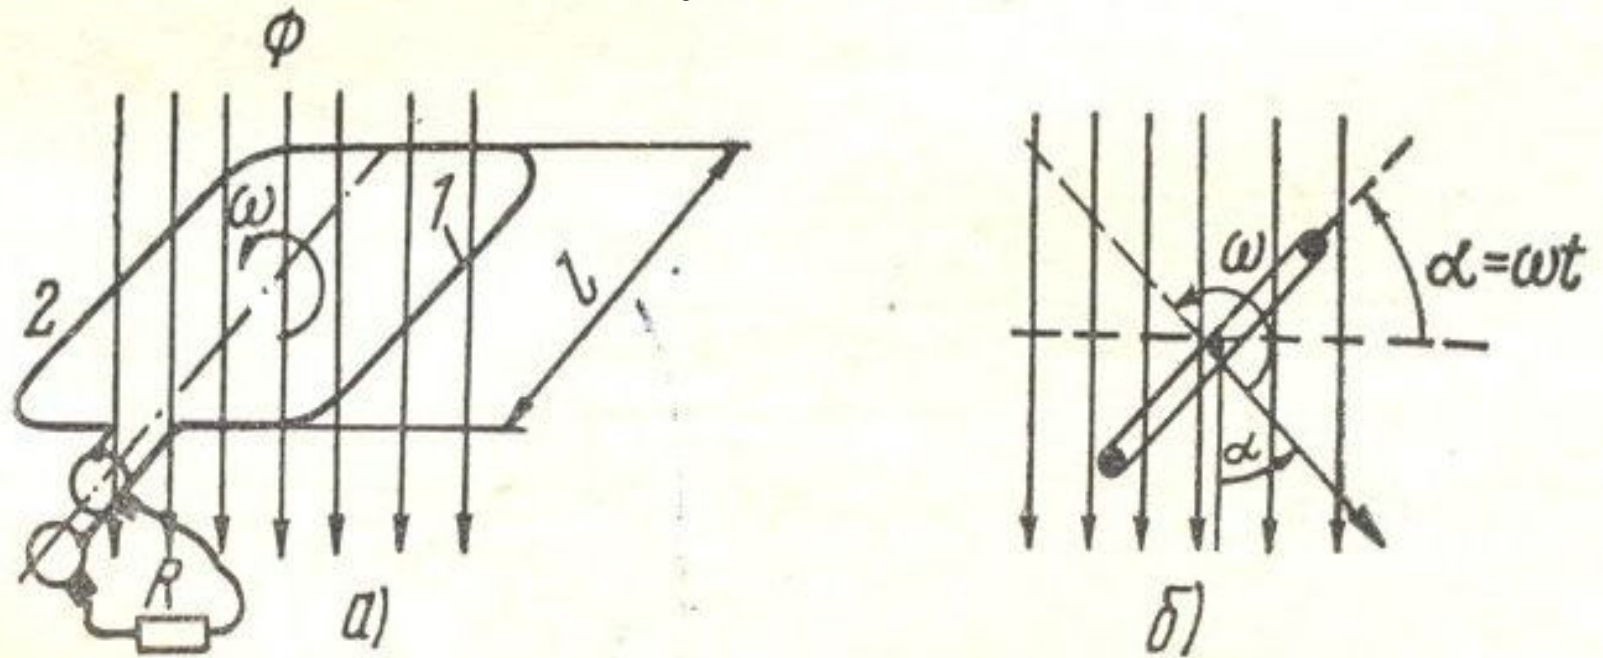

Рис. 5-2. Виток в однородном магнитном поле.
- В равномерное магнитное поле поместим рамку, состоящую из одного витка (рис. 5-2). Рамка вращается с постоянной угловой скоростью  $\omega$ .